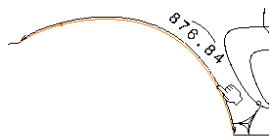
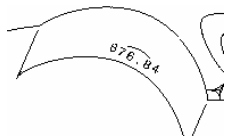

图 6-364
图 6-365
⑥ 选择定义要标注尺寸的曲线部分的第二个端点，如图 6-364 所示。
⑦ 单击工程图中的其他位置以确认创建尺寸。
⑧ 右键单击尺寸，在弹出的快捷菜单中选择 DimensionObject（尺寸对象）→ Dimension Representation（尺寸表示形式）命令，设置曲线为 Parallel（平行），则创建如图 6-365 所示的部分曲线长度尺寸。